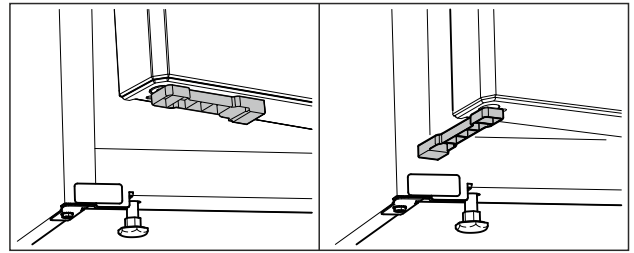

Fig. 83 *
- ▶ Türabstandshalter um 90° drehen. (siehe Fig. 83) *